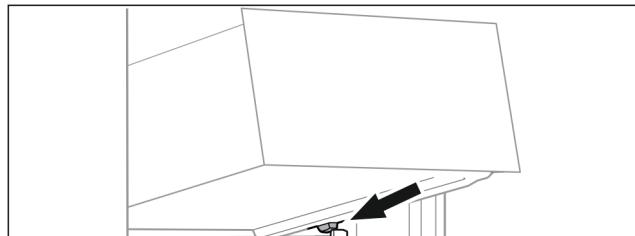

Fig. 28
- Встановіть висувний ящик за стопорами на ребро для резервуару навколо. (див. Fig. 28)